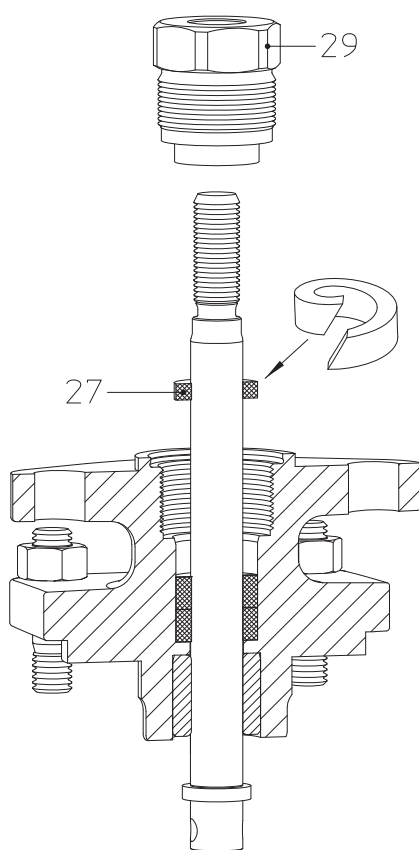
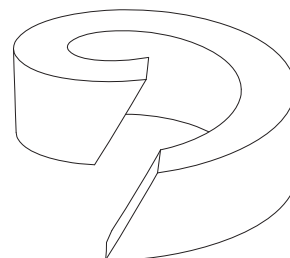

Fig. 10: Tenuta a premistoppa
Fig. 13: Anello di tenuta
- Inserire un nuovo anello di tenuta (pos. 27), montaggio in conformità con la Fig. 10 - Fig. 13.
Se si utilizza un anello di tenuta diviso, bisogna cercare di ottenere un taglio obliquo quando lo si taglia (si veda la Fig. 13).